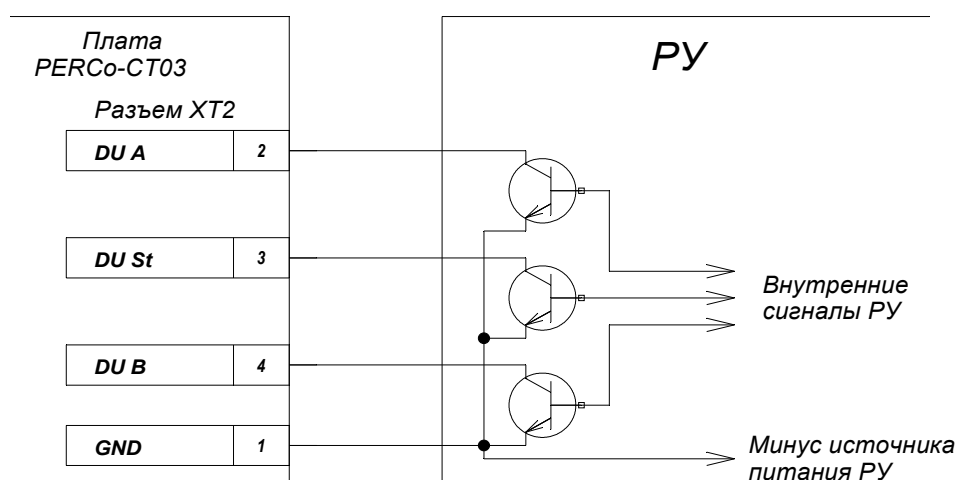

Рисунок 4 – Управляющие элементы устройства радиопередачи (РУ):
5.4.2 Управление ЭП осуществляется подачей на контакты клеммной колодки “ХТ2” DUA, DUS_t и DUB сигнала низкого уровня относительно контакта GND, при этом управляющим элементом могут быть нормально разомкнутый контакт реле или схема с открытым коллекторным выходом (см. рисунок 4).